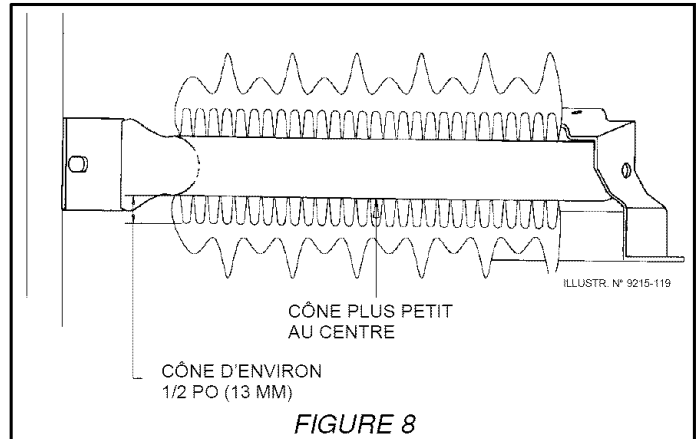

FIGURE 8
- Flamme jaune - ouvrir l'obturateur d'air afin d'assurer son ouverture maximum tout en ayant une flamme qui ne se soulève pas du brûleur ou qui s'éteint lorsque le brûleur est froid. (Voir l'élément 2 de la figure 8.)
- Flamme avec partie bleue distincte mais qui se soulève du brûleur - fermer l'obturateur d'air jusqu'à ce qu'il produise une flamme qui ne se soulève pas du brûleur ou s'éteint lorsque le brûleur est froid. (Voir l'élément 2 de la figure 8.)